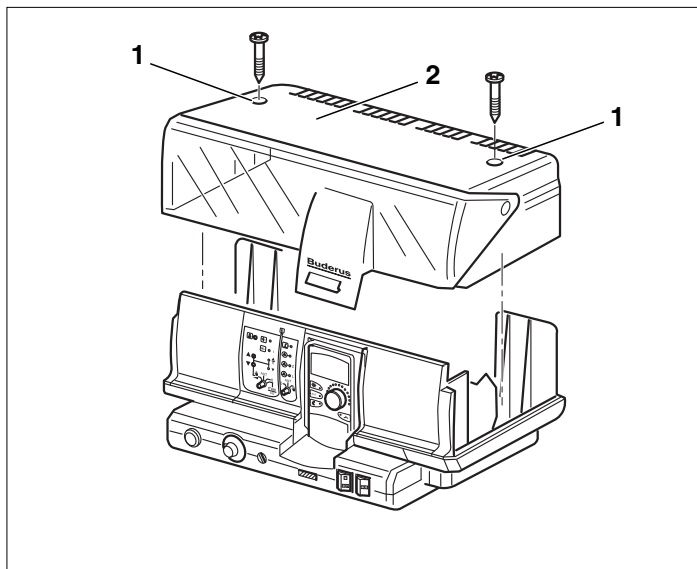

Рис. 14 Демонтаж крышки
- Отверните оба винта на крышке прибора (→ Рис. 14, [1]).
- Снимите клеммную крышку (→ Рис. 14, [2]).